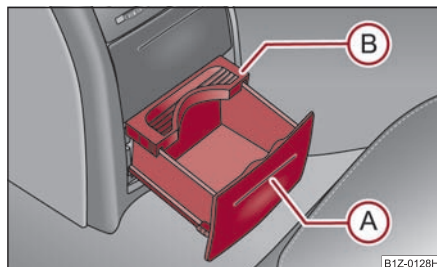

Fig. 114 Consola central trasera: Soporte de bebidas
- Presione el paramento en la zona (A) ⇒ fig. 114 - el soporte de bebidas saldrá hacia fuera.
- Ajuste el soporte de bebidas desplazando la placa de seguridad (B).